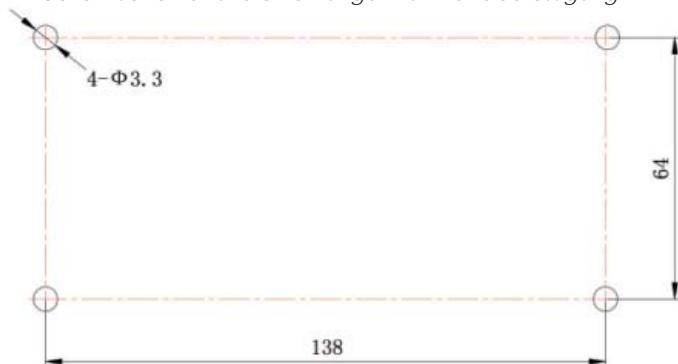

Abb. 3.10 Installationsbohrungen der hinteren Abdeckung des Schaltkastens
- Wenn die zentrale Steuereinheit unter Verwendung des mitgelieferten Metallkastens installiert wird, 4 Bohrungen für die Installation herstellen, gemäß Abb. 3.10.
4. Während Phase ① Versorgungs- und Kommunikationskabel herausziehen und diese getrennt durch die Verkabelungsöffnung der hinteren Abdeckung des Schaltkastens führen. Die Kabel nicht durch die gleiche Öffnung führen.
5. Während Phase ② die hintere Abdeckung des Schaltkastens mit der Schraube ST4,2x16 FA auf die Installationsöffnungen an der Wand ausrichten.
6. Während Phase ③ die Kabel herausziehen, die den Touchscreen und die hintere Abdeckung der Steuereinheit verbinden. Den Touchscreen an einem sicheren Ort ablegen.
7. Während Phase ④ die Kommunikationskabel an die Anschlüsse G1, G2 anschließen und den Nullleiter und das Spannungskabel an die Anschlüsse N, L anschließen; die Erdungskabel an die Position ⑤ an der hinteren Abdeckung des Schaltkastens anschließen. Mit der Schraube M4x12 befestigen.
8. Während Phase ⑤ die hintere Abdeckung der Steuereinheit mit der Schraube ST4,2x9,5 TC an der hinteren Abdeckung des Schaltkastens positionieren.
9. Während Phase ⑥ die Kabel zwischen Touchscreen und der hinteren Abdeckung der Steuereinheit anschließen.